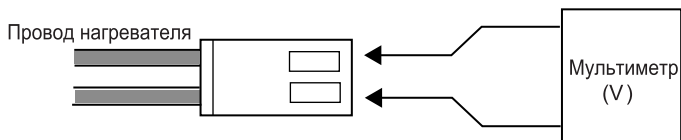

Рисунок 12.2
- (1) Отключите подачу питания к оборудованию.
- (2) Отсоедините сенсорное устройство от зонда. Проверьте наличие загрязнений или коррозии на деталях датчика, включая электрод и контакт.
- (3) Если контакт в нормальном состоянии, то возможно произошла поломка или повреждение сенсорного устройства. Замените сенсорное устройство. В этом случае обеспечьте замену металлического уплотнительного кольца и контакта.
- (4) Если Ошибка 1 остается, проверьте правильность подсоединения сенсорного устройства и электроники.
- (5) Удалить зонд, для получения доступа к двум соединителям (четыре соединителя для дополнительного блока автоматической калибровки), как показано на Рис. 12.2. Проверьте правильность подключения этих соединителей.
- (6) Если Ошибка 1 все же остается, может оказаться дефектной электроника. Свяжитесь с вашим местным коммерческим или сервисным представителем фирмы Yokogawa.
- (1) Отключите подачу питания к преобразователю.
- (2) Отсоедините зонд от анализатора. Также отсоедините все соединители, идущие между преобразователем и зондом. Измерьте величину сопротивления провода нагревателя (желтого цвета), идущего от зонда, как показано на Рис.12.2. Блок нагревателя считается в нормальном состоянии, если сопротивление составляет менее 90 Ом. Если величина сопротивления выше, то предполагается неисправность блока нагревателя. В этом случае замените блок нагревателя (смотрите Раздел 11.1.3 “Замена блока нагревателя”).